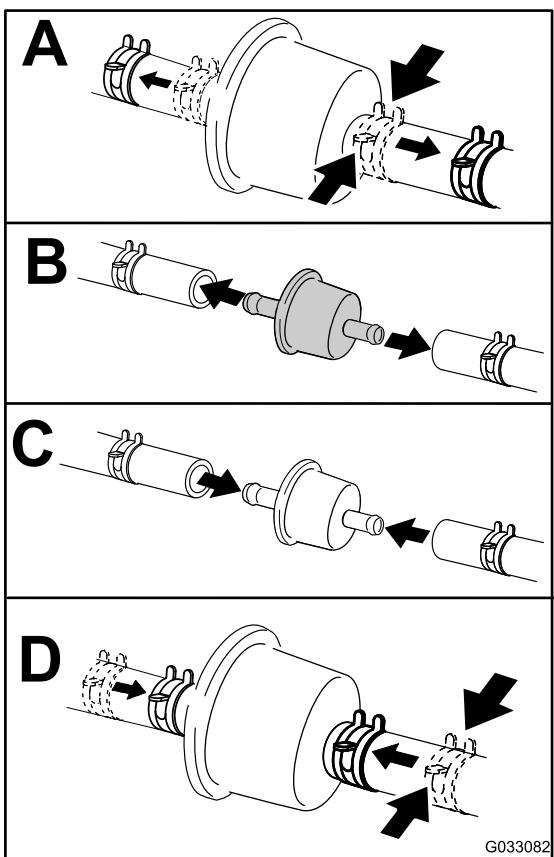

Figure 52
4. Remplacez le filtre à carburant (Figure 52).